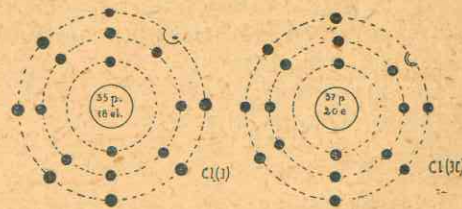

Fig. 381. - Isótopos del cloro.
Hay dos cloros: un cloro (I) con núcleo atómico formado de 35 protones y 18 electrones; otro cloro (II) con 37 protones y 20 electrones. De donde se deduce la diferencia de peso atómico: Cl (I) — 35; Cl (II) — 37 (fig. 381).